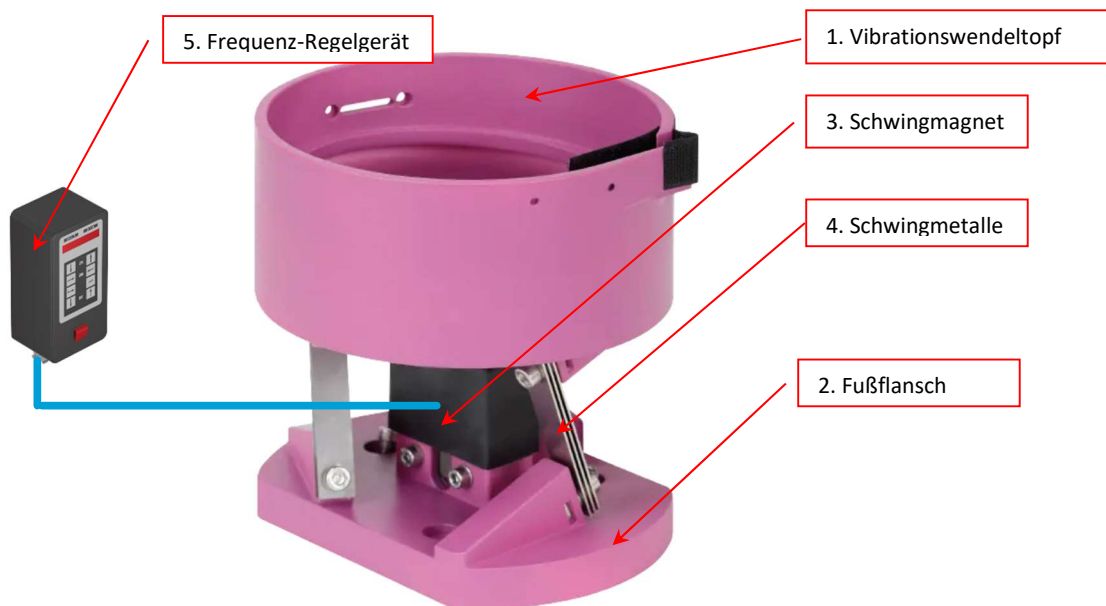

Bild 8 Vibrationswendeltopf
a) Frequenz-Regelgerät (Pos. 5 Bild 8):
b) Schwingmagnet (Pos. 3 Bild 8):